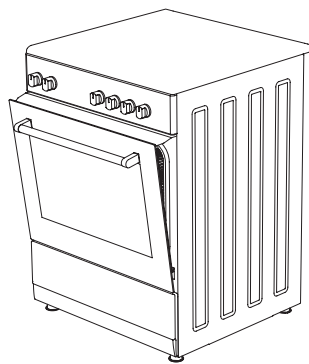

Figura 12
4. Apoi asigurați panoul de siguranță între cuptor și capacul frontal prin închiderea ușoară a capacului (figura 12).